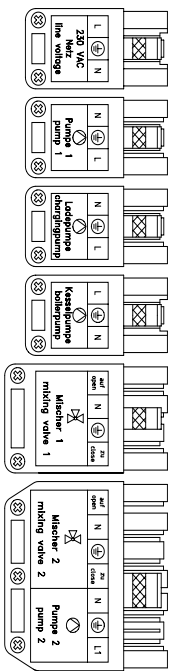

Abb. 4-1:
- Anschluß der Pumpen und der Mischer an den Steckern der 230 V-Steckerleiste (Abb. 4-1)